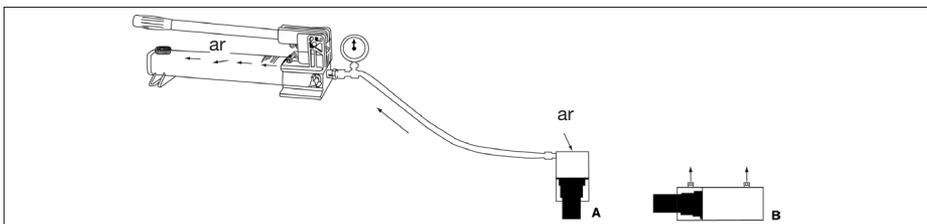

Figura 9
A remoção do ar do sistema hidráulico ajuda nas operações de avanço e retorno do cilindro (Consulte Figura 9).
3. Coloque o cilindro com a haste virada para baixo (virada para cima no caso de cilindro de atração). Consulte Figura 9 abaixo.
3. Coloque o cilindro em posição horizontal com as saídas voltadas para cima. Consulte Figura 9.